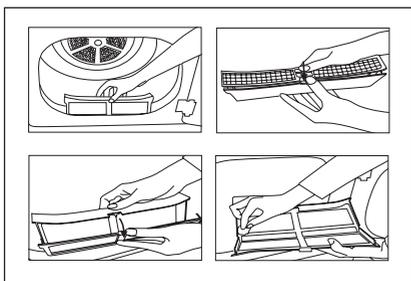

Bild 1
- 2.a) Om produktens skyddsfilter kan öppnas så som visas i bild 1, tar du bort filtret genom att dra uppåt och öppna filtret.